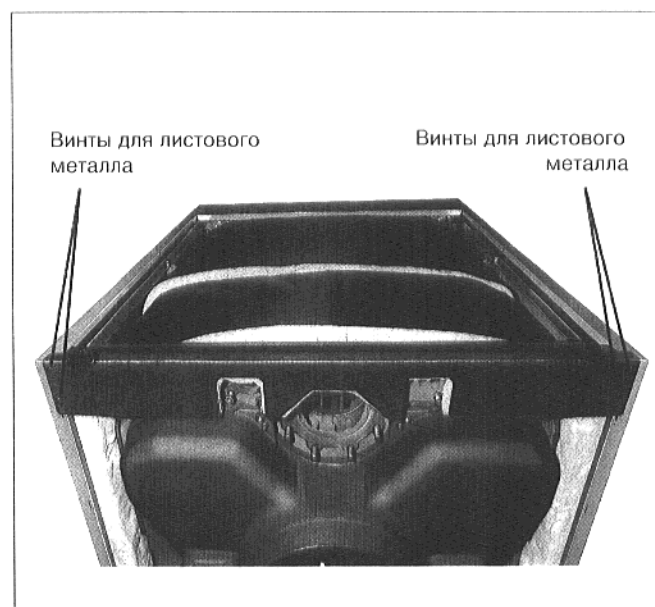

Рис. 45
- Положить верхнюю заднюю стенку котла на боковые стенки и привинтить ее сзади четырьмя винтами для листового металла к боковым стенкам (рис. 45).